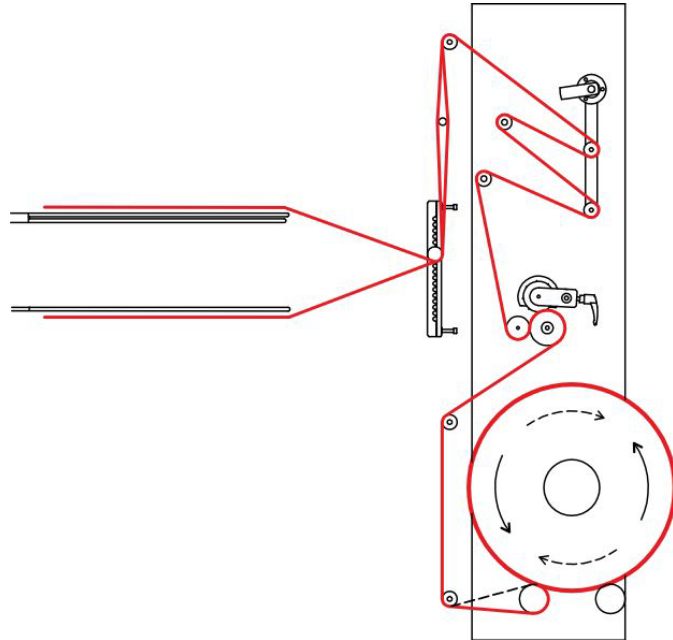

Fig. 8.4.5
En este momento es de suma importancia poner particular atención para continuar el enrollado del film en los rodillos como se indica en la fig. 8.4.5, es necesario arrastrar el film y mover manualmente el balancín (10), dicha operación conlleva a la activación del motor del desenrollador con riesgo residual de atrapamiento.